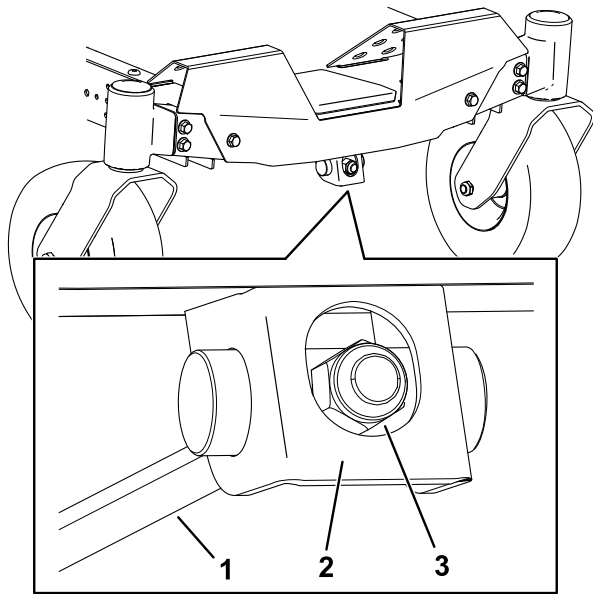

Figura 72
1. Rode a porca de ajuste na frente do cortador (Figura 72).